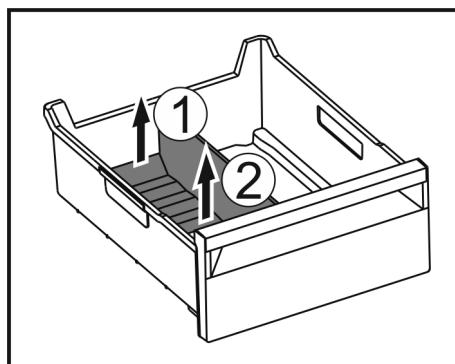

Fig. 184
- Підняти задню частину перегородки відділення для льоду. Fig. 184 (1)
- Вилучити перегородку рухом вгору. Fig. 184 (2)